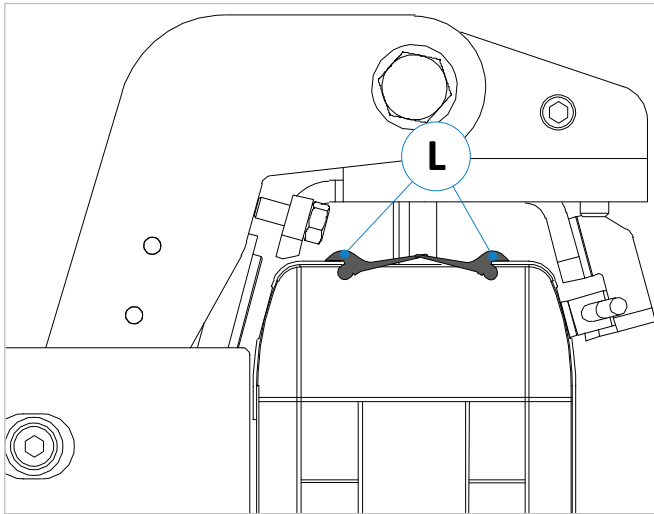

Figure 9 : installer des joints en caoutchouc
2. Ensuite, enfiler les deux lèvres d'étanchéité (L) en partant de la face frontale du profilé (voir ⇒ Figure 9). **Note :** En cas de difficultés de fonctionnement, humidifier les lèvres des joints avec un peu de spray au silicone ou de liquide vaisselle afin de les rendre un peu plus glissantes. **Note :** Ne jamais utiliser d'huile, de graisse ou de produits agressifs!